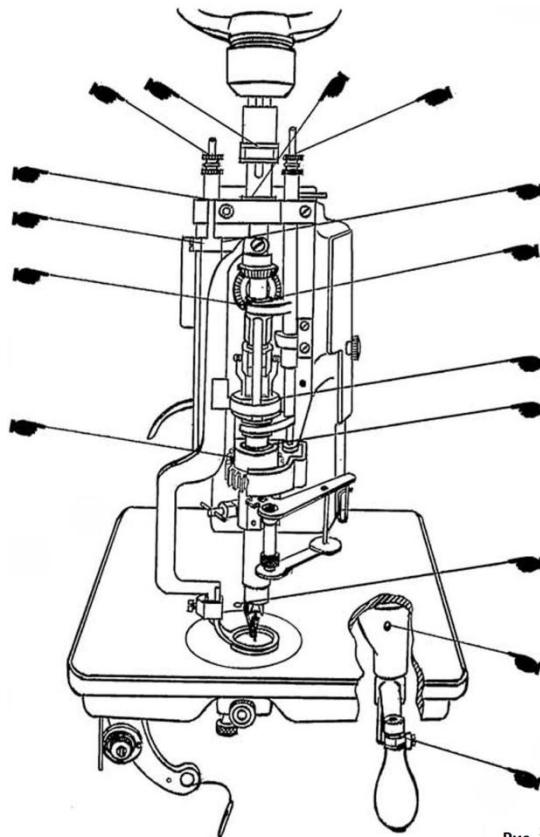

Рис. 1
4. Смазка машины (рис. 1, 2, 11 и 12)
Необходимо смазывать участки, отмеченные стрелками на рис. 1, 2, 11 и 12.